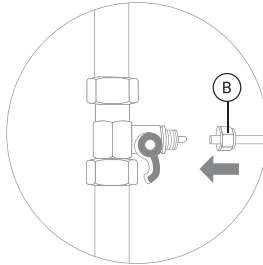
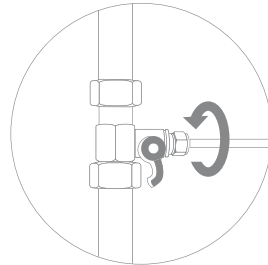

Рис. 3
Рис. 4
2. В гайку (В) вставьте пластиковую трубку (рис. 3). Трубку вставьте в штуцер шарового крана до упора и плотно закрутите гайку (рис. 4).